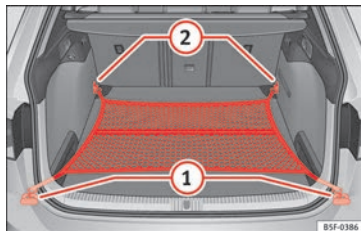

Fig. 177 En el maletero: bolsa de red enganchada a ras del piso (modelo LEON ST).
- Dado el caso, levante las argollas de amarre delanteras » **fig. 177** ②.
- Fije los ganchos de la red en las argollas de amarre ② » ⚠. La cremallera de la bolsa tiene que quedar hacia arriba.
- Fije los ganchos de la red en las argollas de amarre ①.